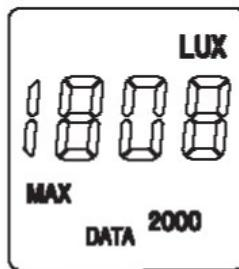

Рис.8
10. Для просмотра сохраненных данных нажмите и удерживайте клавишу «REC» и нажмите на клавишу ^{HOLD} ▲ . Прибор перейдет в режим отображения сохраненных значений. На экране начнет мигать значок «MAX» - это максимально измеренное значение освещения в заданный период времени. Для дальнейшего просмотра полученных данных нажимайте клавишу ^{HOLD} ▲ , на экране начнет мигать значок «MIN» - это минимально измеренное значение освещения в заданный период времени. Для дальнейшего просмотра полученных данных нажимайте клавишу ^{HOLD} ▲ , для просмотра предыдущего значения нажмите клавишу ^{MAX} ▼ . На экране сначала будет отображаться порядковый номер сохраненного значения, затем сама измеренная величина. (Рис.8)